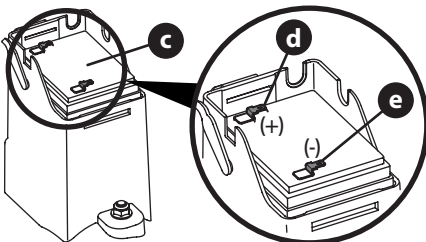

Figure 43
- Pour installer la batterie (Figure 43) :